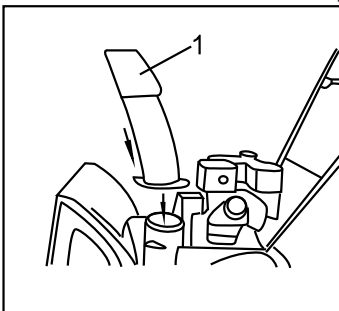

Рис.3
2. Произведите установку разгрузочного желоба в соответствии с Рис. 3,4. Установите желоб (1) на разгрузочное отверстие, закрепив его 3 пластиковыми пластинами, 6 винтами М8 (2) и гайками.